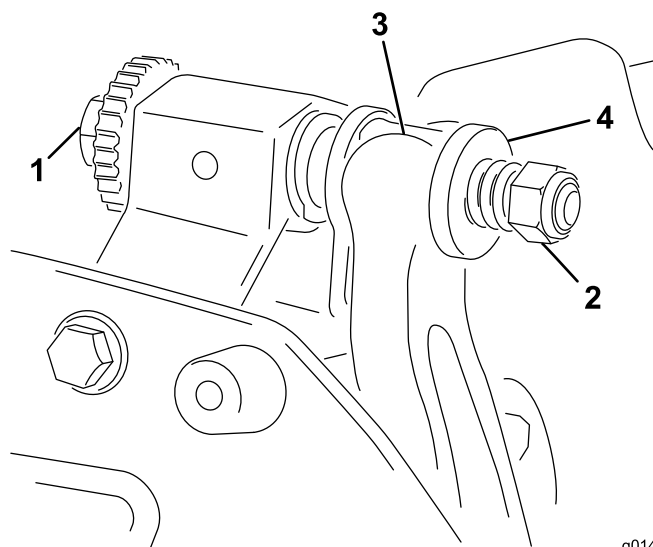

Figura 13
1. Rotii urubul de reglare pentru bara de cadru în sens invers acelor de ceasornic, pentru a îndepărta contracuitul de cilindru (Figura 13).
2. Deurubai piulița pentru tensionarea arcului până când aiba nu mai este lipită de bara de cadru (Figura 13).